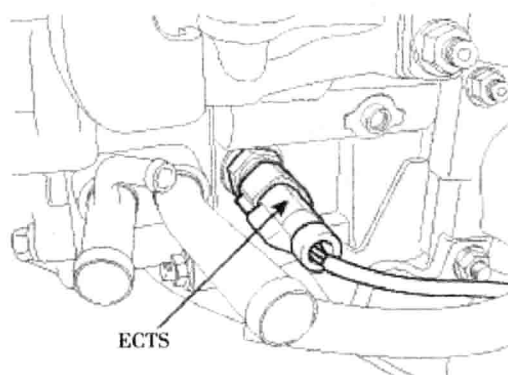

图 1-1-5 冷却液温度传感器 (ECTS) 位置图
- (5) 冷却液温度传感器 (ECTS) 位置图如图 1-1-5 所示。